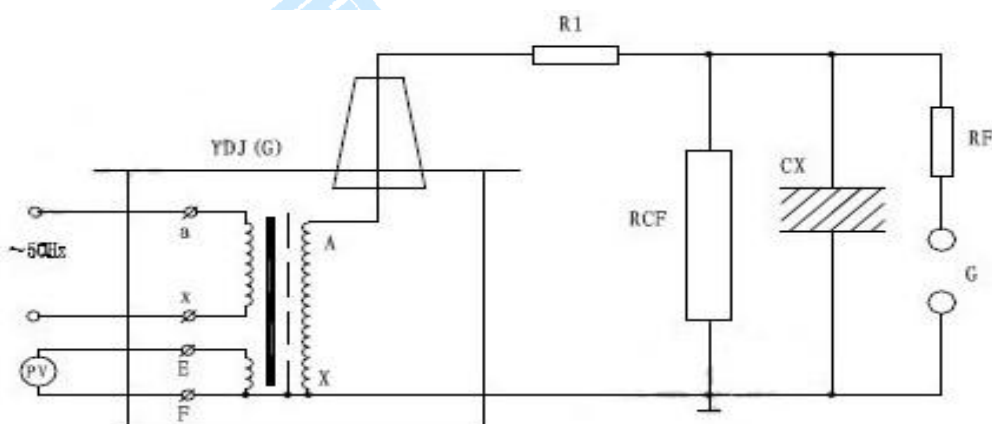

图6：被试品工频耐压试验接线图
1、YDJQ 工频耐压试验成套装置做被试品的工频耐压试验使用接线原理图见图 6。
在工频耐压试验中，低压侧测量电压（仪表电压）不是非常准确的，其原因是由于工频耐压试验成套装置存在着漏抗，在这上个漏抗上必然存在着压降或容升，使试品上的电压低于或高于低压侧测量电压表上反映出来的电压。工频耐压试验时，被试品上的电压高于工频耐压试验成套装置的输出电压，也就是所谓容升现象。感应耐压试验时，工频耐压试验成套装置的漏抗必须存在着压降。为了准确测量被试品上所施加的电压，因此常在高压侧接入RCF 阻容分压器来测量电压（见图6）。